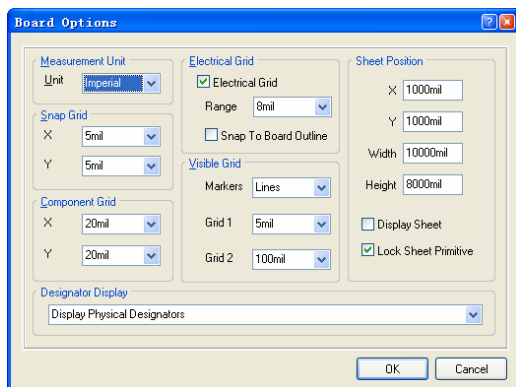

图 7.30 “Broad Options”对话框
(1) 在主菜单中选择“Design”->“Broad Option”命令，打开如图 7.30 所示的“Broad Options”对话框。